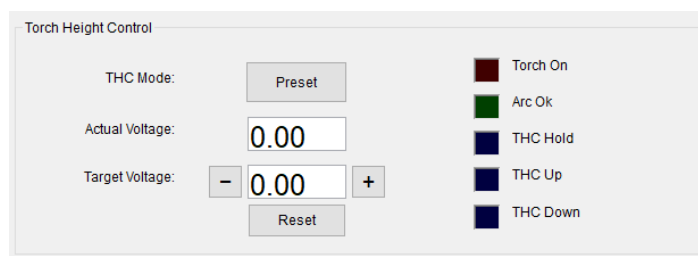

Fig 81 Volet de Commande de la Hauteur du Chalumeau - Mode THC - Préréglage
1.2 Préréglage (Fig 81): La tension cible est réglée à l'aide de la valeur du fichier G-Code. La tension cible peut être réglée à l'aide des touches +/- et reset, pour régler la hauteur de découpe pendant la découpe.